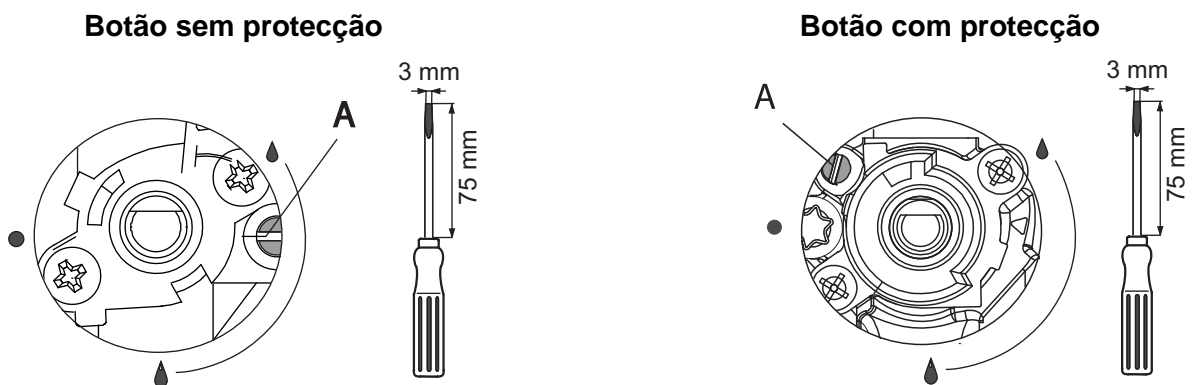

Fig. 10
- com a chave de fenda introduzida no orifício A ou no orifício do mandril B (depende do tipo da torneira – fig. 10), tornar o parafuso de regulação, sempre observando a flama do bico de gás; ajustar a flama à tal altura para ela não se apaga por causa do leve corrente de ar ou mudando rapidamente a torneira da posição de flama inteira  para a econõmica  e vice versa; a regulação pode ser considerada como regular, quando o núcleo da flama tem a forma do cone da cor verde – azul, de altura por volta de 2 – 4 mm,